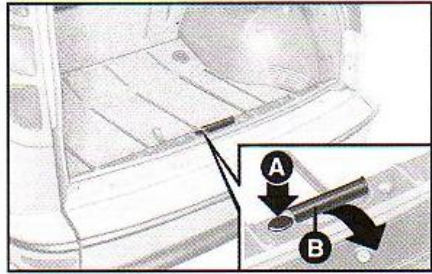

fig. 116
1) Segurar bem o pára-choque, através do suporte **B - fig 116**.